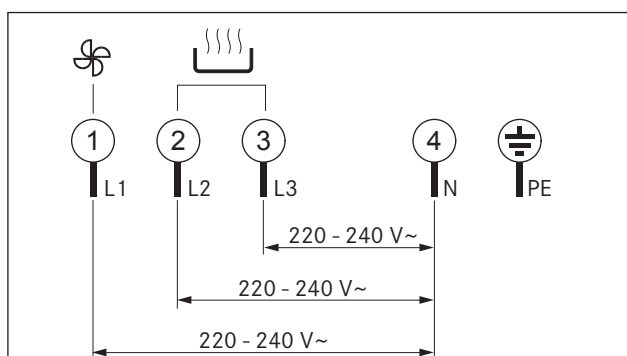

Abb. 6.36 Schema di collegamento Collegamento 3 fasi
- ▶ Collegare il cavo di collegamento alla rete secondo il rispettivo schema di collegamento (v. fig. 6.36 Schema di collegamento) alla presa di alimentazione [2] del piano di cottura con aspiratore per piano cottura.
- ▶ Fissare le clip fermacavi [3] nei fori previsti (1) sul lato sinistro o destro per condurre i cavi all'indietro.